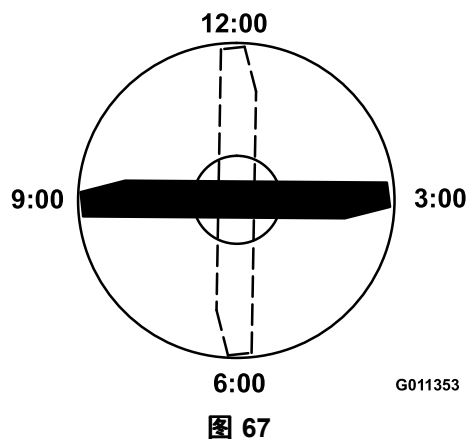

图 67
- 将刀片带标记一端的刀刃放在 12 点钟位置剪草方向的正前方并测量从桌面到刀片刀刃的高度 图 67。
- 将刀片的标记端旋转至 3 点钟和 9 点钟位置并测量高度 图 67。